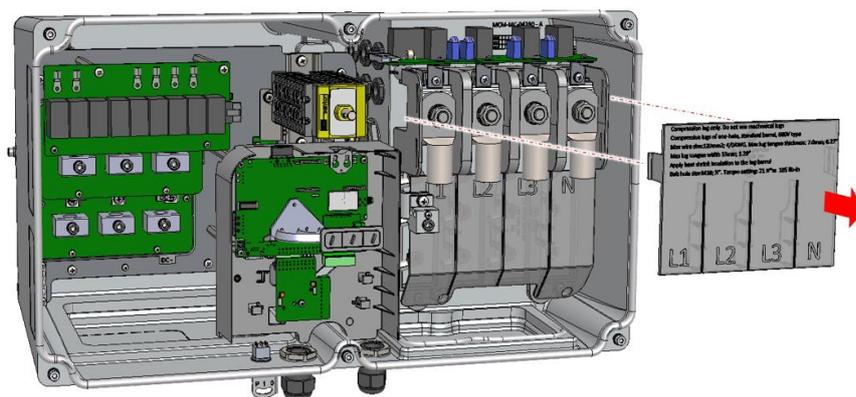

図 1: 上部のターミナルブロックカバーの取り外し
① AC SPDの取り外し方法:
1. 上部のターミナルブロックカバーを取り外してください(図1参照)。
5. 上部のターミナルブロックカバーを設置してください (図 1 参照)。